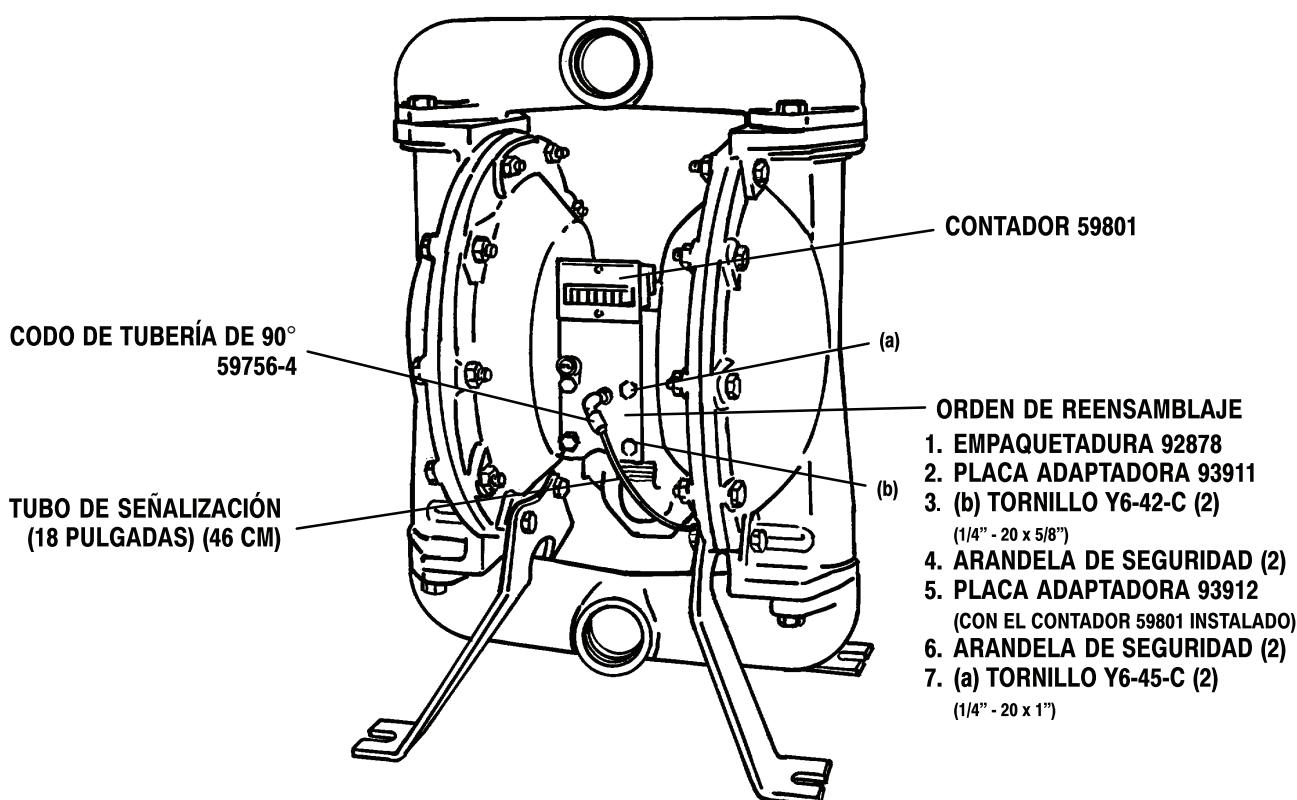

Figura 2
Se incluyen dos ménsulas de soporte para el contador y, dependiendo de la aplicación, se puede utilizar cualquiera de ellas. La figura 1 muestra al contador como prolongación de la bomba (así se ajustará a la mayoría de las aplicaciones). La figura 2 muestra la posición incorporada del contador, misma que puede utilizarse en las bombas metálicas y no metálicas de 1-1/2" y solamente 2" bombas no metálicas.
### BOMBAS DE DIAFRAGMA 1"NO METÁLICO, 1-1/2" METÁLICO Y NO METÁLICO DE Y 2" NO METÁLICO (ver la figura 2)
4. Instale la placa adaptadora 93911 con las roscas ahusadas de 1/4 NPT, utilizando la ubicación del tornillo (b), tal como se muestra en la figura 2, afiance la placa en los dos orificios para tornillo con dos de los tornillos Y6-42-C y dos de las arandelas de seguridad utilizadas previamente.
Los pasos que aparecen a continuación se refieren a la instalación incorporada, según se muestra en la figura 2.
6. Instale la ensambladura del contador y la placa adaptadora, utilizando la ubicación del tornillo (a), tal como se muestra en la figura 2, utilice los nuevos tornillos Y6-45-C y las dos arandelas de seguridad restantes.